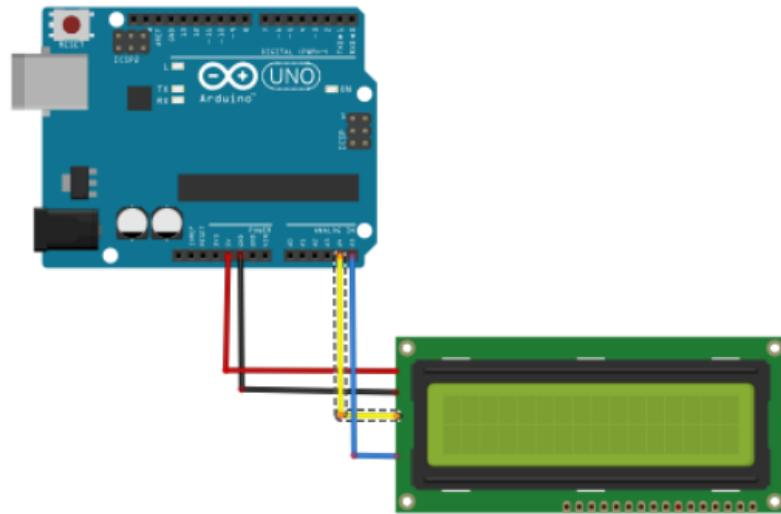

图 11.2: 实验接线图
- (1) 按照如图11.2所示的方式完成接线;
- (2) 扫描 I2C 地址;
- (3) 烧录显示字符程序，观察显示情况。